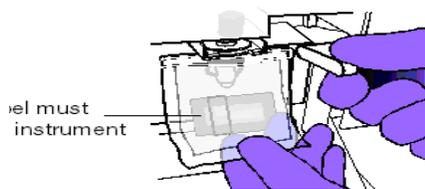

Figura 18. Inserción del reactivo acondicionador en el mecanismo de la bomba.
7.6.6 Inserte la válvula en el mecanismo de la bomba. Presione la parte superior de la válvula hasta el final del conector del mecanismo de la bomba (ver figura 18).